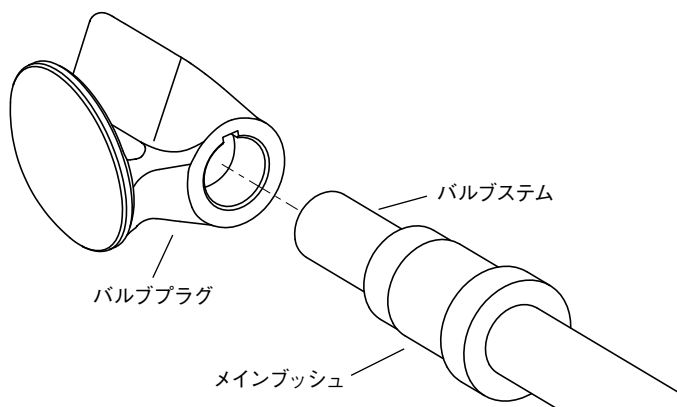

図 3-5 プラグとステム
- 【2】 バルブシステムを本体に通します。(図3-5参照)
- 【3】 メインブッシュをバルブシステムに通します。(図3-5参照)